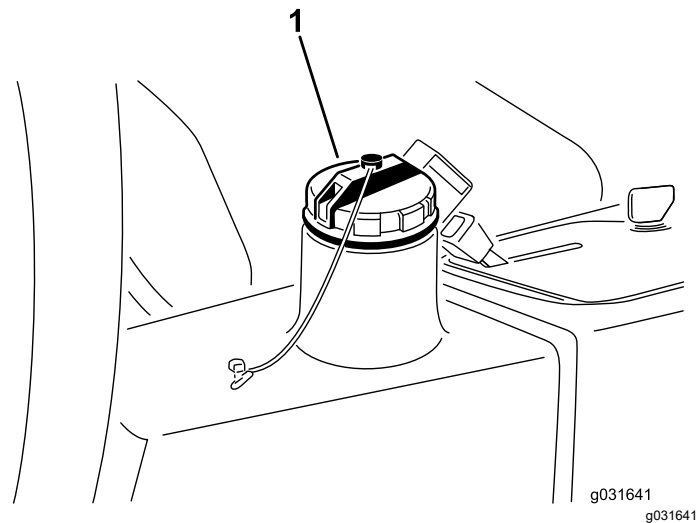

**Figura 64**
2. Desconecte el tubo hidráulico o retire el filtro hidráulico y deje fluir el fluido hidráulico en un recipiente apropiado (Figura 66 y Figura 64).
3. Vuelva a colocar el tubo cuando el fluido hidráulico se haya drenado (Figura 64).